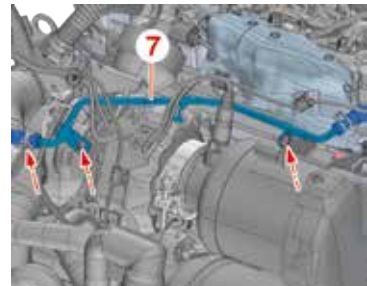

Fig.46
- Spostare il condotto (7) (Fig.46).